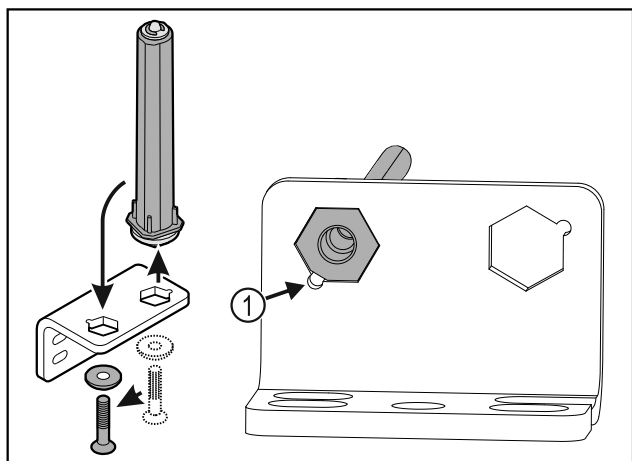

Fig. 35
- ▶ Aveți în vedere ca la introducerea, teșitura bolțului Fig. 35 (1) să fie orientată spre orificiul rotund.